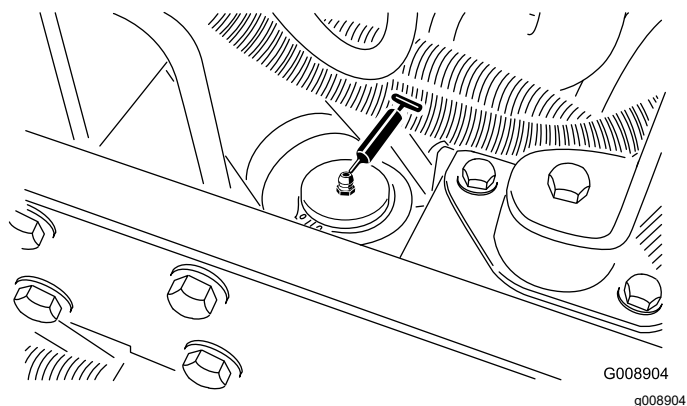

Figura 43
- Cilindro de dirección (Figura 43).